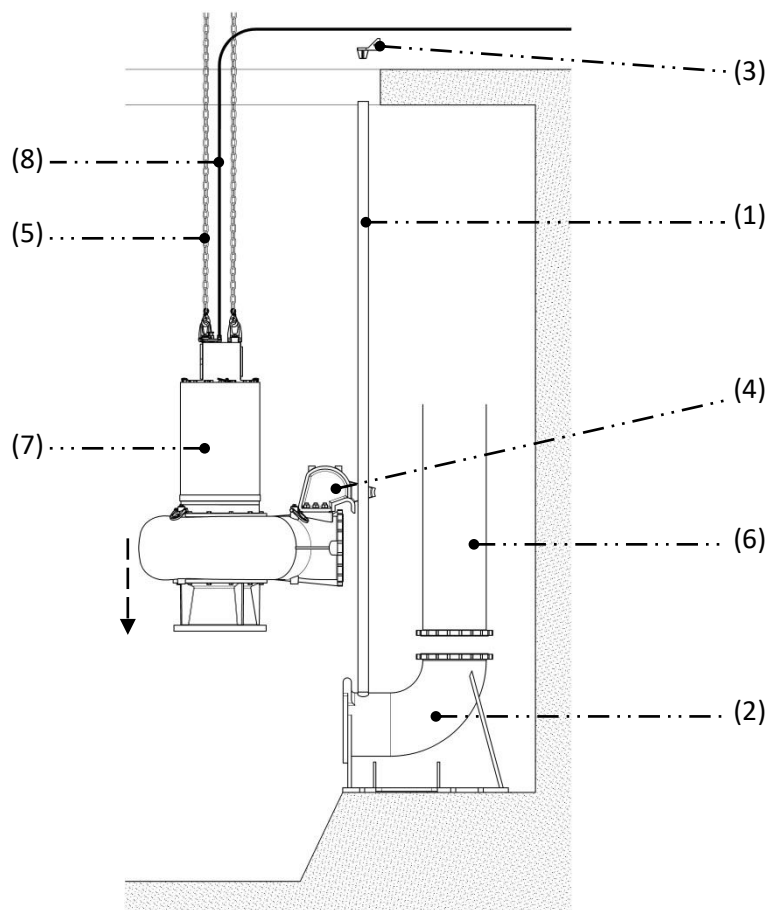

Рисунок 14: Установка во влажной камере IP.
Для установки во влажной камере при помощи быстроразъемного соединения напорная линия должна крепиться к опоре основания. Соединение агрегата с опорой основания осуществляется автоматически под собственным весом при помощи систем направляющих и кронштейна крепления к направляющим. В этом случае установка осуществляется в самом коллекторе (см. рис. 14).
1. Установите опору основания (2) в правильном положении, выровняйте ее и закрепите при помощи соответствующих крепежных элементов (см. приложение 1).
2. Подключите напорный трубопровод (6) к опоре основания (2).
3. Установите вертикальные направляющие (1):
- a. Закрепите нижнюю часть вертикальных направляющих (1) на опоре основания (2) (см. рисунок 14).
- b. Закрепите верхний держатель направляющих (3) на верхней части вертикальных направляющих (1).
- c. Закрепите верхнюю опору направляющих (3) на стене.
4. Переместите агрегат (7):
- c. Установите кронштейн крепления (4) агрегата в отверстие на верхней опоре направляющих (1).
- d. Опустите оборудование (7) по вертикальным направляющим.